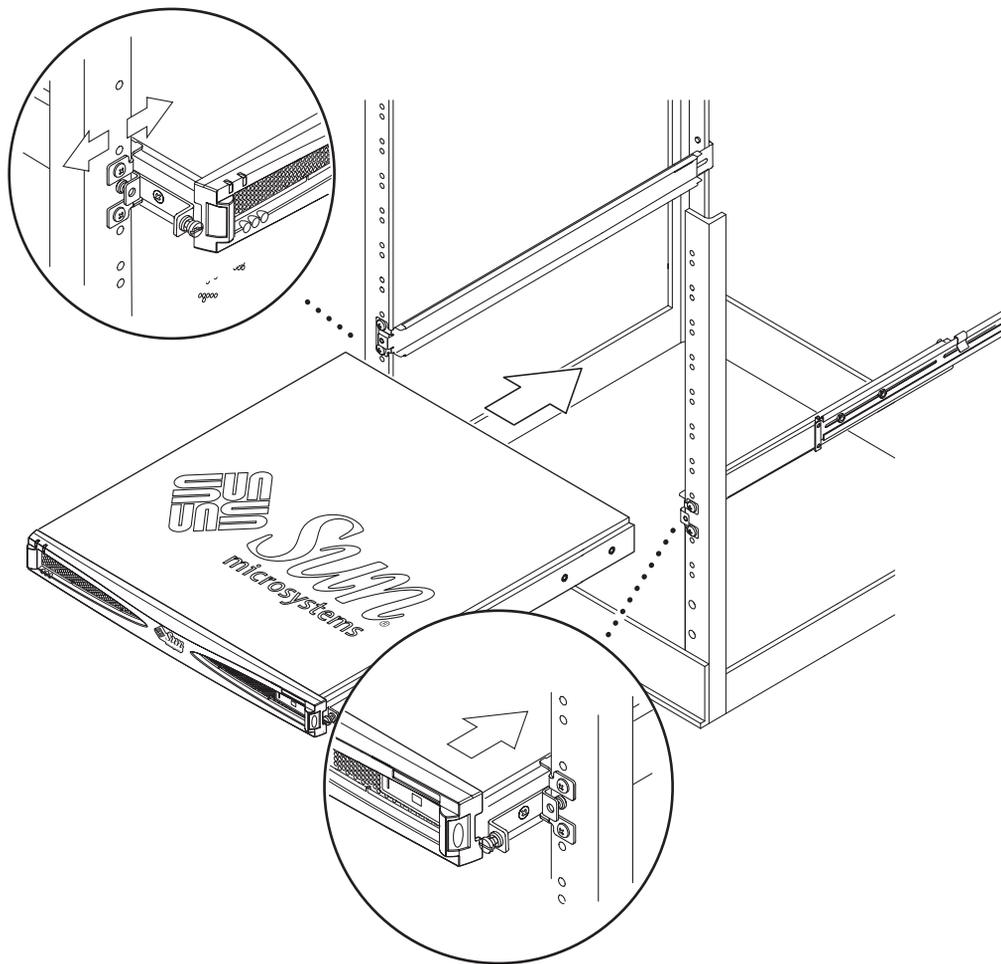

FIGURA 3-5 Inserimento dell'unità StorEdge S1 in un rack
8. Far scorrere l'unità StorEdge S1 nel rack (FIGURA 3-5).